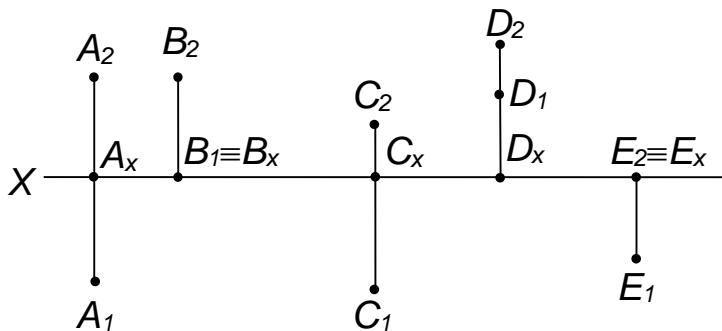

Рис. 1
1. Дать характеристику положения точек в пространстве I четверти (рис. 1).